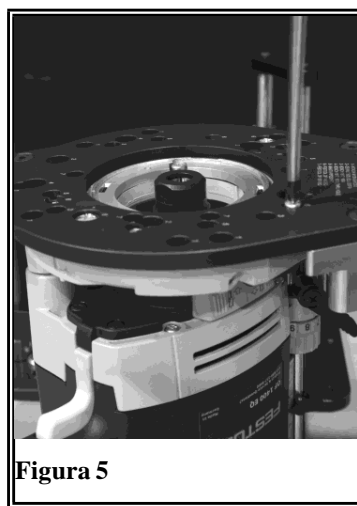

Figura 5
5. Ad allineamento effettuato, serrare il carrello del sollevatore Rout-R-Lift Prestige alla fresatrice. (Figura 5)